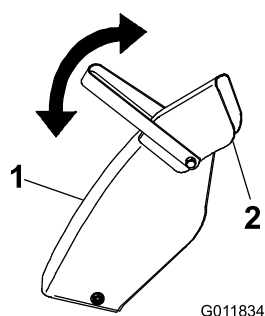

Figure 13
- Le déflecteur en haut de la goulotte peut être monté ou descendu pour contrôler la hauteur et la distance de projection de la neige (Figure 13).